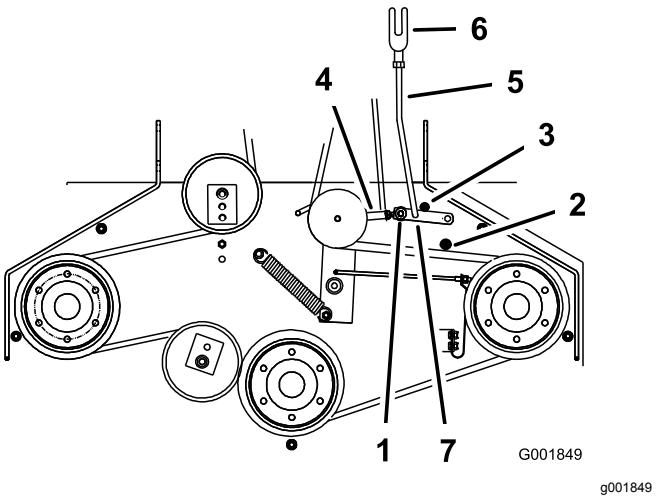

Bild 50
5. Stellen Sie sicher, dass der Stützarm am hinteren Stützarmanschlag am Mähwerk anliegt (Bild 50).
7. Der Stützarm sollte den vorderen Stützarmanschlag am Mähwerk berühren. Wenn er ihn nicht berührt, bringen Sie den Umlenkhebel näher an die Verstärkung (Bild 50).
8. Nehmen Sie den Splint aus dem Stützarm, um den Stützarmlenker einzustellen (Bild 50).
11. Setzen Sie den Stützarmlenker in den Stützarm und befestigen ihn mit dem Splint (Bild 50).